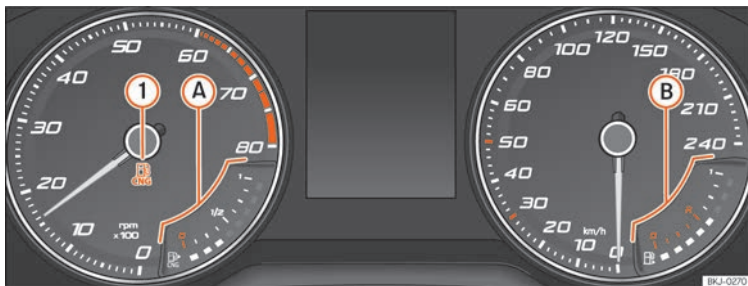

Fig. 74 Painel de instrumentos analógico: indicador do nível de gás natural
Acende-se a verde »» Fig. 74 ①